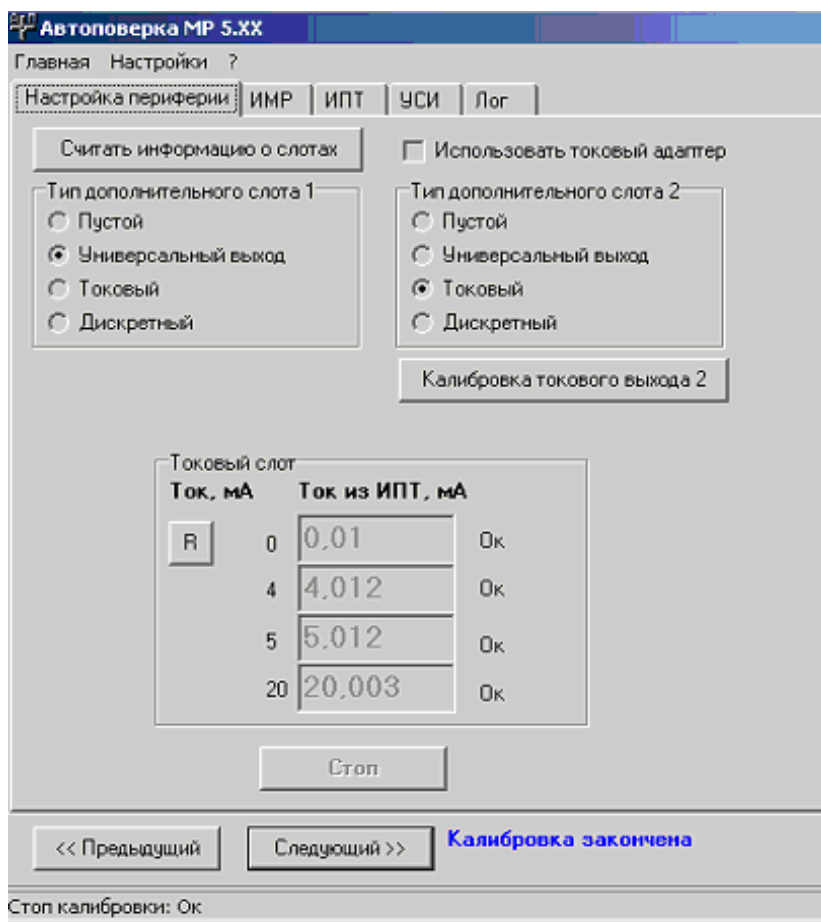

Рис.18. Вид вкладки «Настройка периферии».
2.5.3.3. Нажать кнопку **Следующий** и считать данные в открывшейся вкладке **Настройка периферии** (рис.18). Выбрать типы модулей расширения, установленных в слотах 1, 2, и, если установлен токовый выход, провести его калибровку.